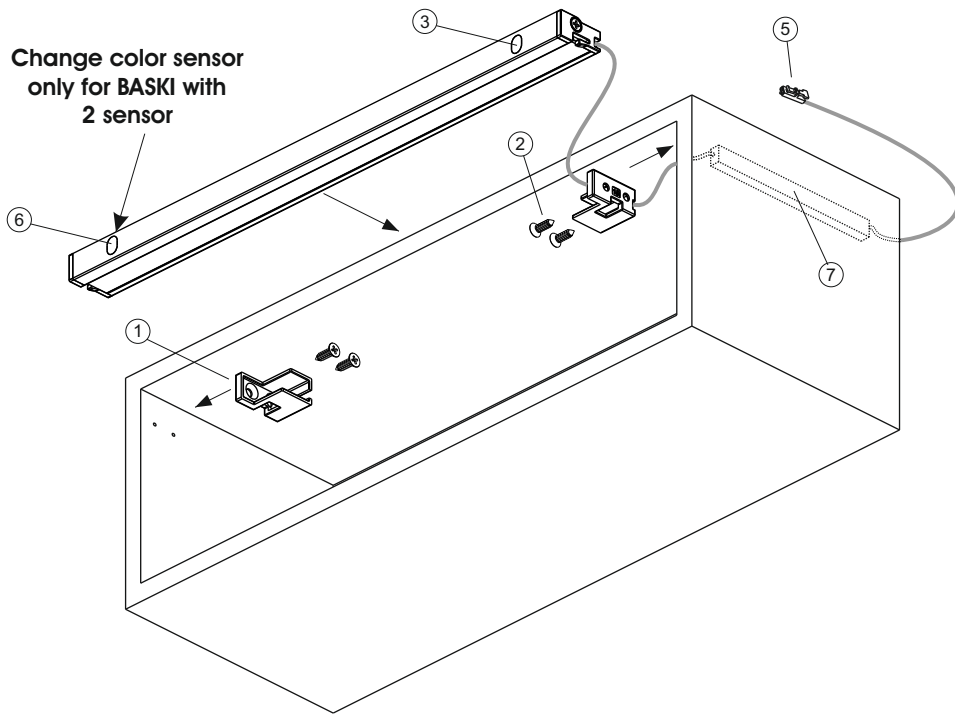

Fig. 1
Haga pasar el cable a través del soporte (1) Fig. 1 e inserte la lámpara en los mismos soportes (1) hasta la completa fijación de los ganchos presentes en la lámpara misma.